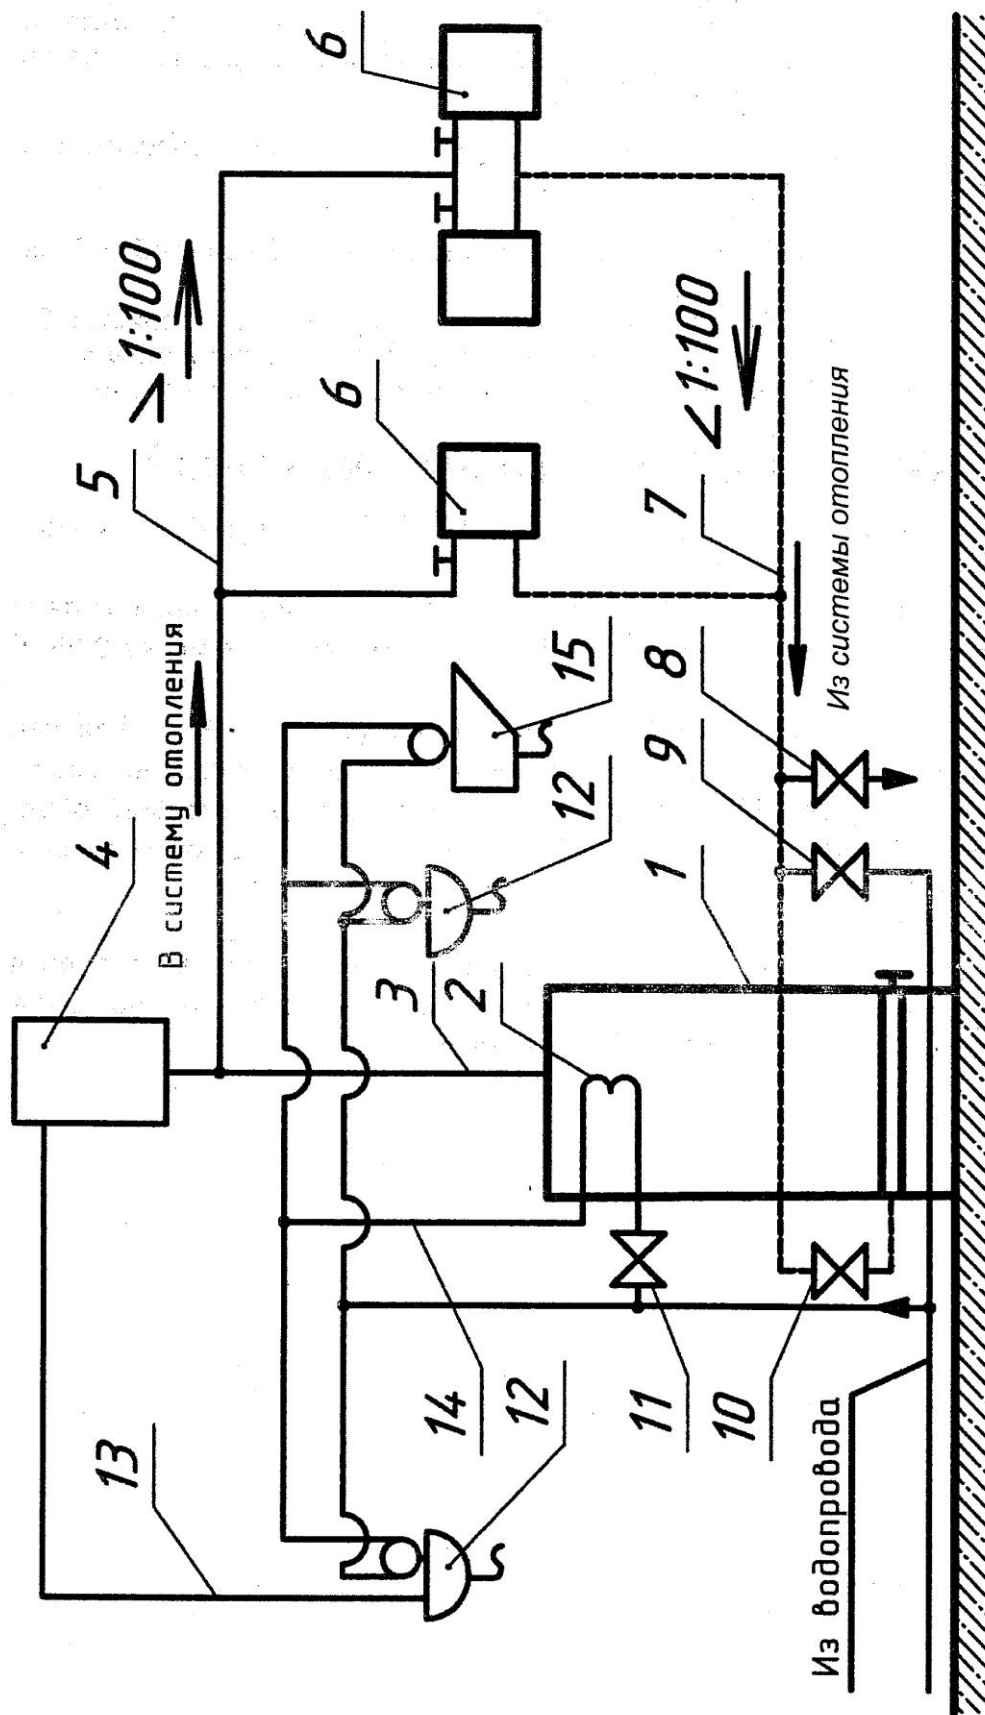
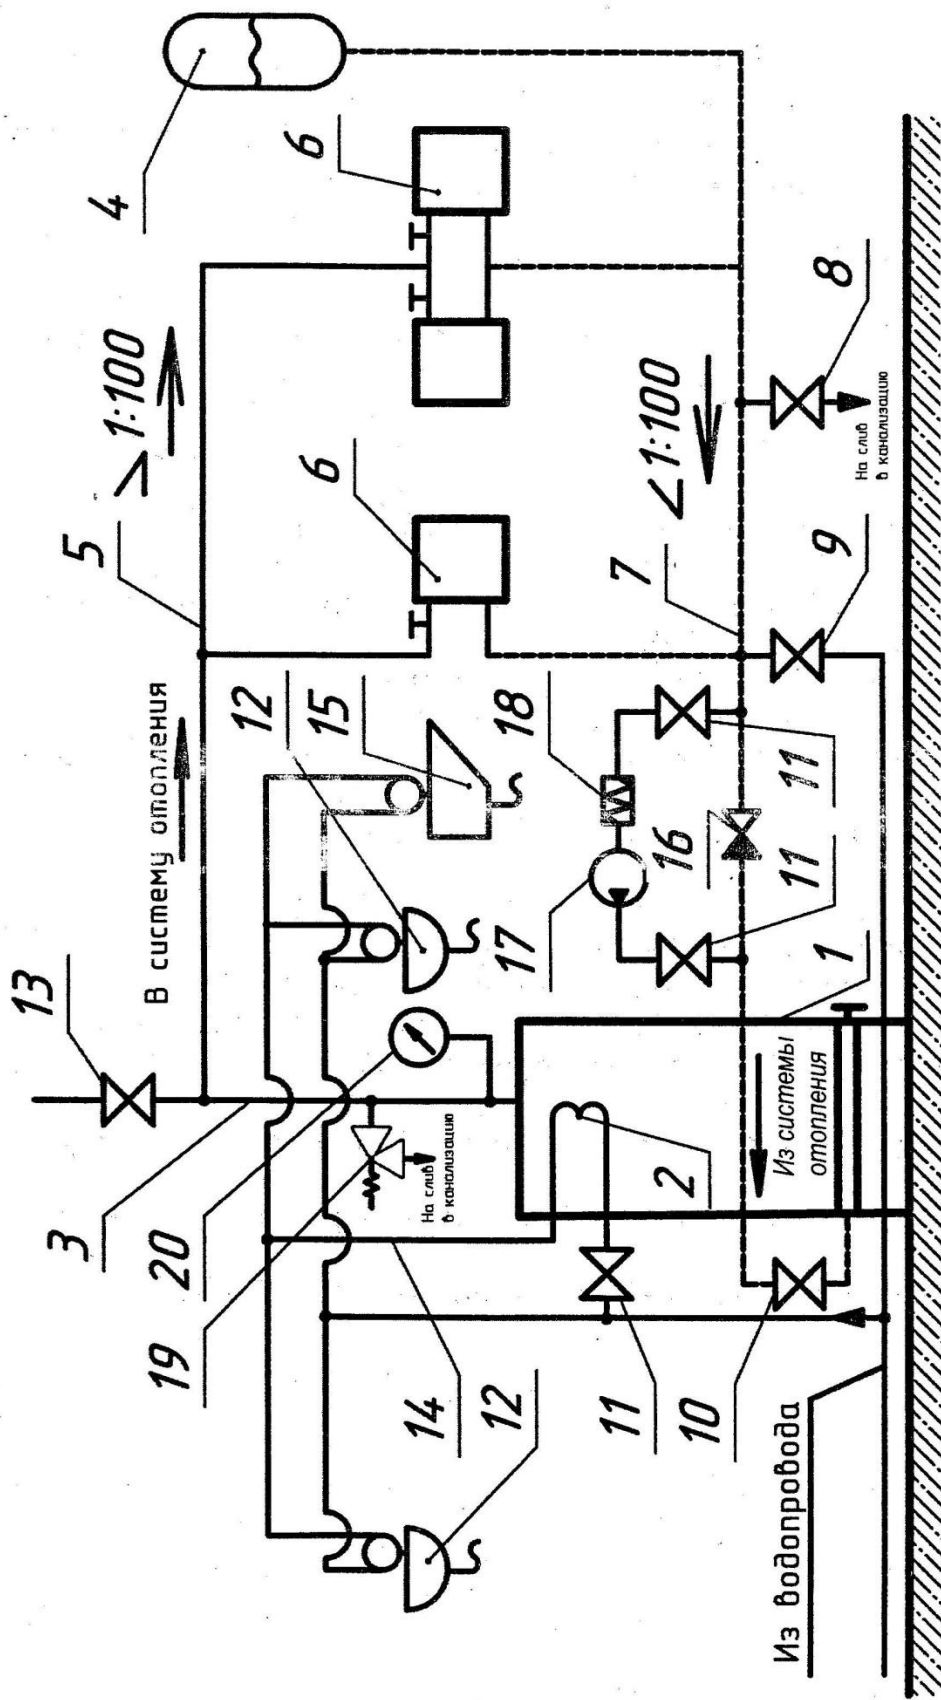

Рисунок 3 - Рекомендуемая схема подключения котла к отопительной системе с естественной циркуляцией теплоносителя.
Рисунок 4 - Рекомендуемая схема подключения котла к отопительной закрытой системе с замкнутой принудительной циркуляцией теплоносителя.
При эксплуатации замкнутой системы отопления с принудительной циркуляцией необходимо следить за давлением теплоносителя по манометру 20 (см. рис.4), которое должно быть не более рабочего давления 0,2 МПа. Манометр должен иметь класс точности не ниже 2,5.
ВНИМАНИЕ: ЭКСПЛУАТАЦИЯ КОТЛА В СИСТЕМЕ ОТОПЛЕНИЯ С ЗАМКНУТОЙ ПРИНУДИТЕЛЬНОЙ ЦИРКУЛЯЦИЕЙ ТЕПЛОНОСИТЕЛЯ БЕЗ ПРЕДОХРАНИТЕЛЬНОГО КЛАПАНА 19 ЗАПРЕЩЕНА (СМ. РИС. 4). Предохранительный клапан, устанавливаемый в систему, должен быть рассчитан на рабочее давление не более 0,2 МПа и подвергаться ежедневной проверке исправности действия.
2) расширительный бак и трубопроводы должны быть покрыты теплоизоляционными материалами, а расширительный бак плотно закрыт крышкой - для системы с естественной циркуляцией теплоносителя (см. рис. 3).
6.1 Установка котла производится в соответствии с рекомендуемыми схемами, приведенными на рис. 3 и рис. 4.
Для отопительной системы с естественной циркуляцией теплоносителя (см. рис. 3) применяется расширительный бак с крышкой объемом не менее $0,06 \text{ м}^3$ (60 л).
Для закрытой отопительной системы с замкнутой принудительной циркуляцией теплоносителя (см. рис. 4) ориентировочно для 2-х этажного дома площадью 250 м^2 применяется диафрагменный (мембранный) расширительный бак типа M25 объемом $0,025 \text{ м}^3$ (25 л), циркуляционный насос типа 65/130, 65/180 с характеристикой в рабочей точке $Q=1,1 \text{ м}^3/\text{ч}$, $P=5,4 \text{ м.в.ст.}$, $N_{\text{max}}=0,102 \text{ кВт}$,
Для схемы подключения котла к отопительной закрытой системе с замкнутой принудительной циркуляцией теплоносителя (Рисунок 4) проверка исправности работы предохранительного клапана (поз.-19) должна производиться не реже одного раза в сутки, путем его принудительного открывания (кратковременным «подрывом» клапана).
7.1 Котел представляет собой изделие, наиболее экономичная работа которого достигается при его непрерывной эксплуатации на протяжении большей части отопительного сезона. Котел может работать с естественной и принудительной циркуляцией теплоносителя в системе отопления согласно рекомендуемым схемам, приведенным на рис.3, рис.4.
7.2.1 Наполнить систему водой до появления воды из переливной трубы расширительного бака (см. рис. 3) и из вентиля для спуска воздуха (см. рис. 4). Проверить, открыт ли кран 10 (рис.3, рис.4) на обратном трубопроводе системы отопления. Открыть запорную арматуру на подводе холодной воды к водоподогревателю. Ежедневно проверять исправность действия предохранительного клапана (см. рис. 4).
- 5) проверить исправность действия предохранительного клапана (см. рис.4).
9.3 При работе водоподогревателя в летнее время система отопления отключается с помощью крана 10 (см. рис.3, рис.4). Котел при работе на твердом топливе следует загружать небольшими порциями топлива, растапливать постепенно, разогревая водяную емкость котла при малой нагрузке, для чего прикрыть воздушную заслонку на нижней дверце. В период водоразбора форсировку котла можно увеличить, однако необходимо следить, чтобы температура на выходе из котла не поднималась выше 90°C.
10.1 Наполнение системы водой из водопровода производится через вентиль 9 (см. рис.3, рис.4).
Наполнять до появления воды из переливной линии 13 (см. рис.3) и из вентиля для спуска воздуха 13 (см. рис. 4). Для опорожнения системы в её нижней точке устанавливается спускной вентиль 8.
10.2 Для обеспечения постоянного уровня воды в расширительном баке системы (см. рис.3) следует периодически пополнять систему водой до её появления из переливной трубы. Для закрытой системы периодическое пополнение водой не требуется.